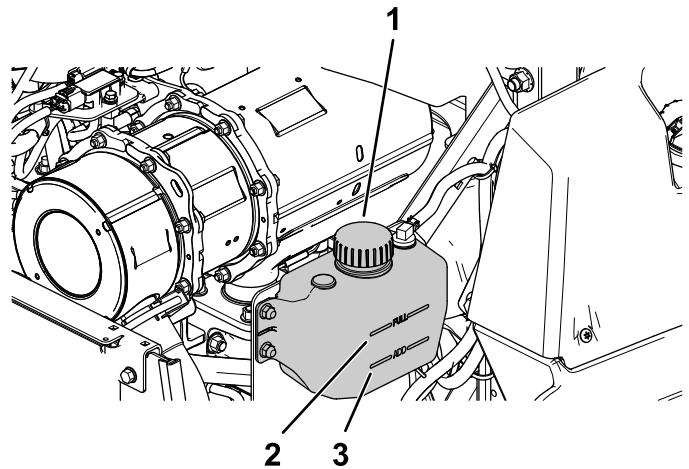

Рисунок 52
- Проверьте уровень охлаждающей жидкости в расширительном бачке (Рисунок 52).
- Если уровень охлаждающей жидкости низкий, снимите крышку расширительного бачка и долейте жидкость указанного типа (Рисунок 52).